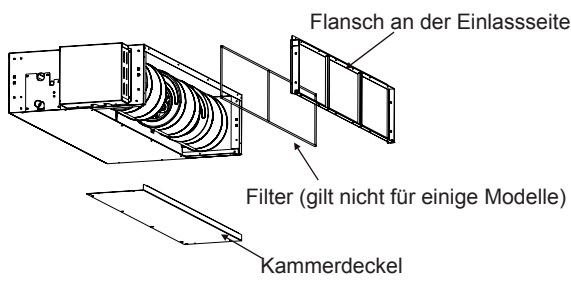

Abb. 3.1.3
- 1 Entfernen Sie den Flansch an der Einlassseite und dann nehmen Sie den Kammerdeckel ab. Siehe Abb. 3.1.3 für die Richtungen.